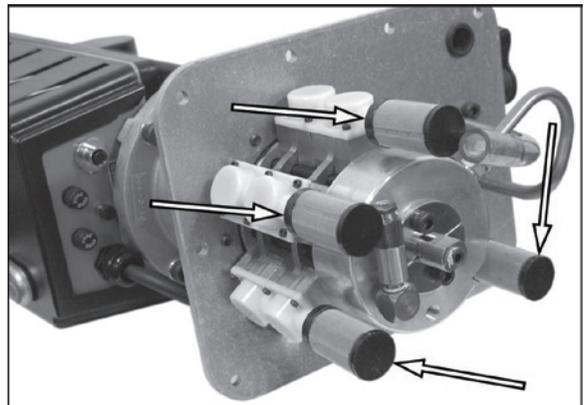

Figure 56.
2. Voir Figure 56. Enlevez la crépine de pompe.